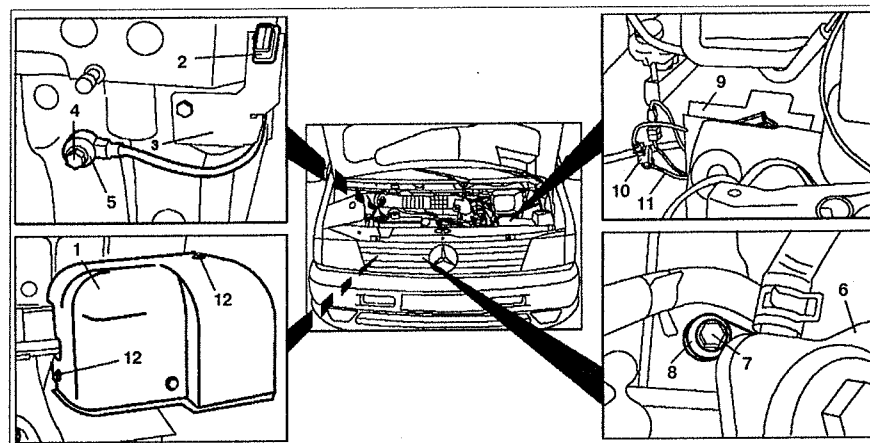

Рис. 3.52. Датчики детонации:
1. Отсоедините разъем 2 и снимите кронштейн 3 (см.рис.3.52).